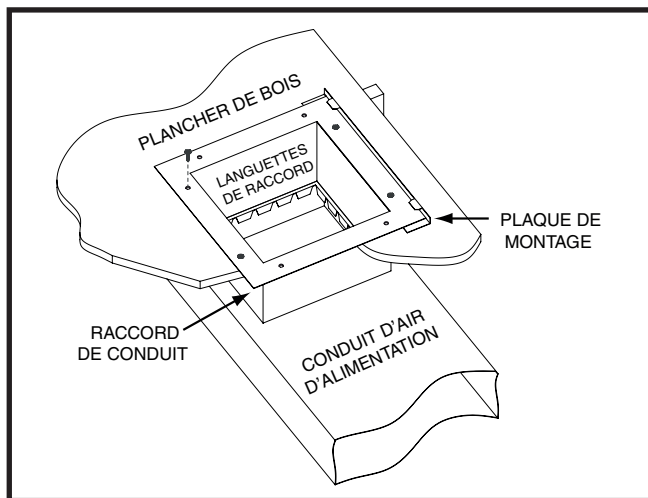

Figure 5. Raccord de conduit standard installé
Des raccords de conduit sont recommandés pour la distribution de l'air chaud dans les systèmes de conduit sous le plancher. Avec ce système, les appareils peuvent être installés sur un plancher combustible sans socle séparé. La plaque de montage arrière de l'appareil (Figure 5 (page 7)) fournie avec les raccords de conduit est recommandée pour ce type d'installation.
- Marquez l'emplacement de l'ouverture du conduit d'alimentation en air en tirant un trait autour des languettes du raccord de conduit. Voyez la Figure 5 (page 7).
- Installez la plaque de montage (Figure 5) en option sous la surface arrière du raccord de conduit. Alignez les trous pour vis dans les deux composantes.